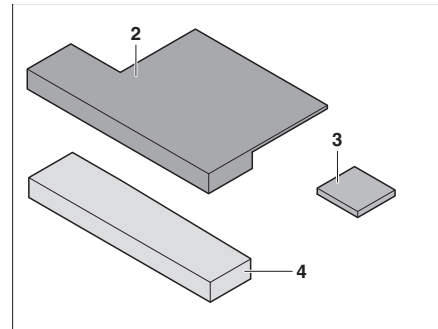

Bild 159 Zusatzipolster
- Sitzkeil (Bild 159,3) an Zusatzipolster (Bild 159,2) anbringen (mit Klettverschluss).